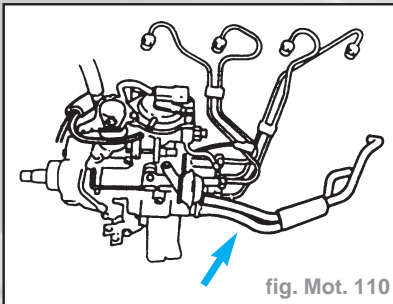

fig. Mot. 110
- Reposer les durits de refroidissement (flèche) du dispositif de démarrage à froid (fig. Mot. 110).